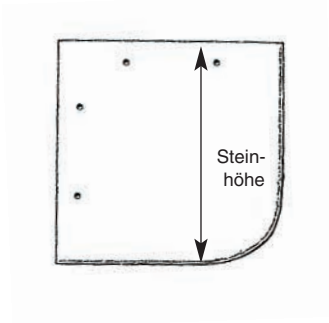

Abbildung 11a
- 1.1 Die **WARIO**[®] Rundbogen Schablonen sind Decksteine, die aus dem Quadrat mit symmetrischer Eckabrundung hervorgehen (Abb. 11a und 11b). Die Eckabrundung beträgt bei Decksteinen ≤ 20 cm 4 cm und bei Decksteinen > 20 cm 29 % der Steinhöhe. Decksteine mit anderen Eckabrundungen sind Sonderformate.
- 1.3 Die Steinhöhe der **WARIO**[®] Rundbogen Schablone wird an der Ferse, im rechten Winkel zum Fuß, gemessen (Abb. 11a).